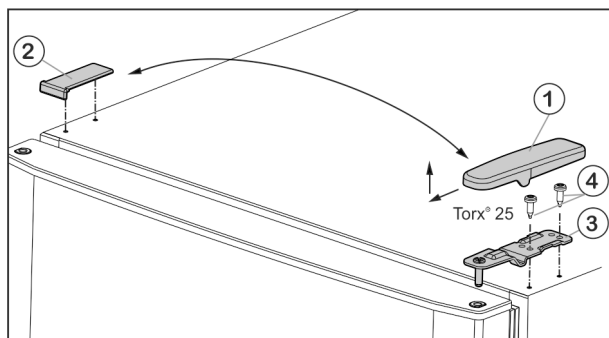
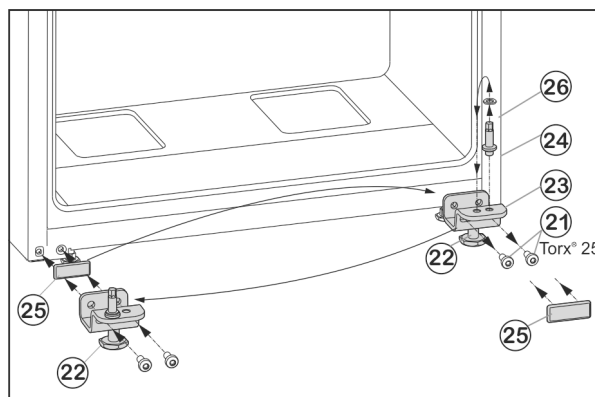

Fig. 5
Fig. 7
- ▶ Előre és felfele húzza le a fedelet Fig. 5 (1).
- ▶ Emelje le a fedelet Fig. 5 (2).
- ▶ Csavarozza le az Fig. 5 (3) felső csapágybakját (2 x Torx® 25, Fig. 5 (4)), és felfele húzza le.
- ▶ Tekerje le a rögzítőcsavarokat Fig. 7 (21).
- ▶ Vegye le a teljes alsó csapágybakot Fig. 7 (23) a csap-szeggel Fig. 7 (24), az alátétet Fig. 7 (26) és a beállító lábbal Fig. 7 (22).
- ▶ Csavarozza le a teljes csapágybakot Fig. 7 (24) az alátétet Fig. 7 (26), helyezze át a csapágybak túloldali felvevő furatába, és csavarozza vissza.
- ▶ Óvatosan vegye le a fedőlemezt Fig. 7 (25), és helyezze át az ellenkező oldalra.
- ▶ A teljes alsó csapágybakot Fig. 7 (23) a csapszeggel Fig. 7 (24), az alátéttel Fig. 7 (26) és a beállító lábbal Fig. 7 (22) a csuklópánt új oldalán **erősen (4 Nm-es nyomatékkal)** csavarozza vissza, adott esetben egy akkus csavarhúzó használatával.
- ▶ Az alsó ajtót felülről helyezze a csapszegre Fig. 7 (24).
- ▶ A középső csapágybakot (13) 180°-kal elfordítva csavarozza be az alsó ajtóba rögzítőcsavarokkal (11) (2 db Torx® 25) **erősen (4 Nm-es nyomatékkal)** az új csuklópánt oldalára.
- ▶ Helyezze vissza a műanyag alátéteket (10).
- ▶ A felső ajtót helyezze a középső csapágybakra (13).
- ▶ A felső csapágybakot Fig. 5 (3) helyezze a csuklópánt új oldalán az ajtóba.
- ▶ A felső csapágybakot **erősen (4 Nm-es nyomatékkal)** csavarozza fel – (2 db Torx® 25) Fig. 5 (4). Adott esetben használjon akkus csavarhúzót.
- ▶ A fedelet Fig. 5 (1) kívülről helyezze fel az ellenkező oldalra és pattintsa be.
- ▶ A fedelet Fig. 5 (2) mindig felülről helyezze fel az ellenkező oldalra és pattintsa be.
- ▶ Tekerje ki az állítólábat Fig. 7 (22) az alsó csapágybakból Fig. 7 (23), míg hozzá nem ér a talajhoz.